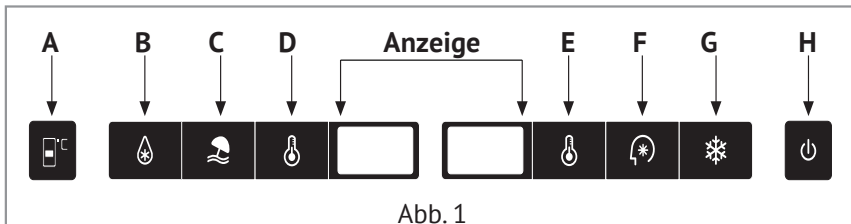

Abb. 1
Zur Unterstützung der Wartung oder Reinigung verfügt das Gerät über eine Zwangsabtauung, die durch 3 Sekunden langes Berühren der Fühler A und C in Abb. 1 aktiviert wird. Der Sensor für die Temperatureinstellung des Kühlschranks (A) blinkt, um zu bestätigen, dass die Zwangsabtauung aktiv ist. Diese Funktion sollte sich automatisch deaktivieren, wenn der Gefrierschrank eine Temperatur zwischen 10 und 12°C erreicht.